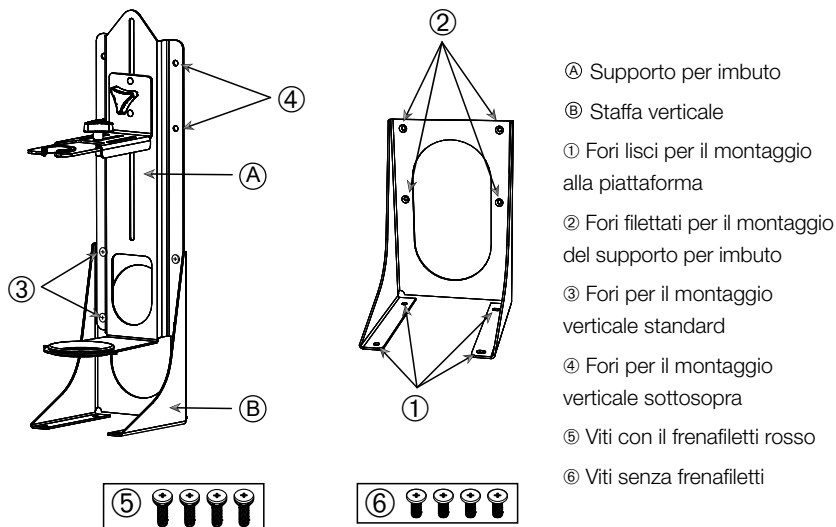

**Figura 95:** Posizioni di montaggio del supporto per imbuto separatore
1. Fissare il supporto per imbuto separatore sul lato lungo della staffa verticale, come illustrato in ① e ② della Figura 95.